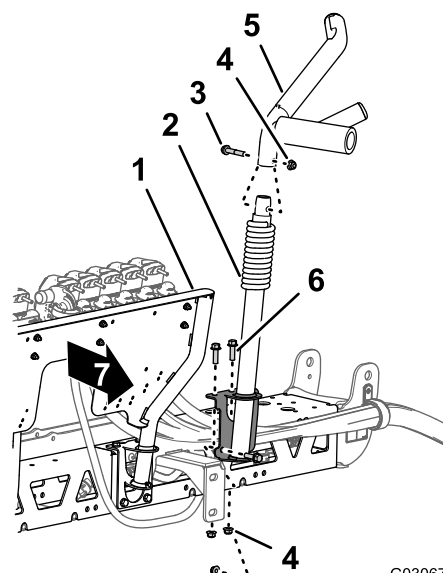

**Figura 122**
- Alinhe os furos do suporte de montagem da cavidade da rampa direita que retirou no passo 3 em Retirar a cavidade da rampa \(página 39\) com os orifícios nos lados superior e traseiro (para a direita da montagem do cilindro) da nova secção da rampa central (Figura 122).